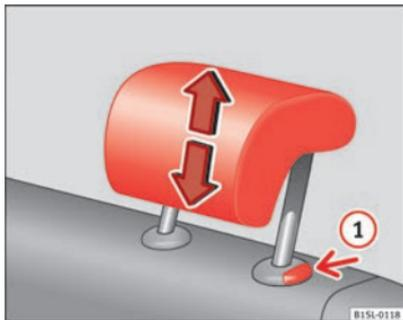

Fig. 32 Smontaggio del poggiatesta posteriore
- Estrarre il poggiatesta completamente tenendo premuto il tasto ⇒ fig. 32 ①.